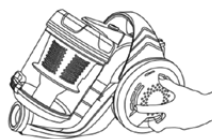

Fig. 4
1. Tournez le couvre-roue gauche dans le sens antihoraire et retirez-le (Fig. 4).